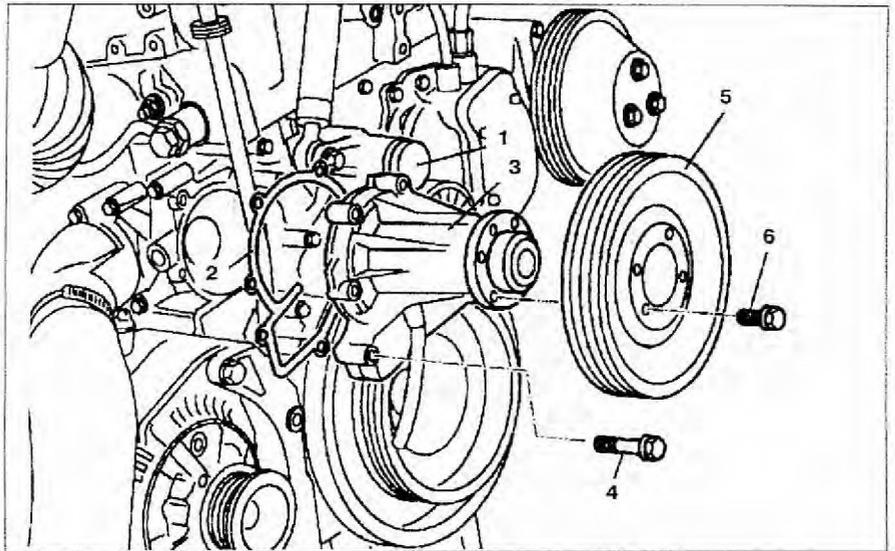

Рис. 2.62. Насос системы охлаждения:
7. Открутите болты **6** и снимите шкив насоса охлаждающей жидкости (рис. 2.62).